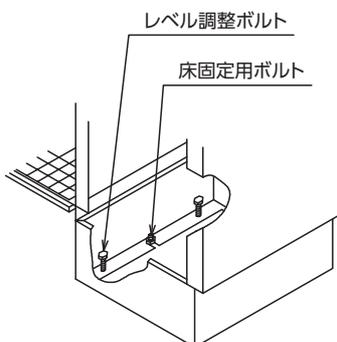

図2-1 本体ボルト固定詳細
- ・レベル調整ボルトで本体を水平に調整し、床固定ボルト(現地にて調達)で床面に確実に固定してください。(図2-1参照)